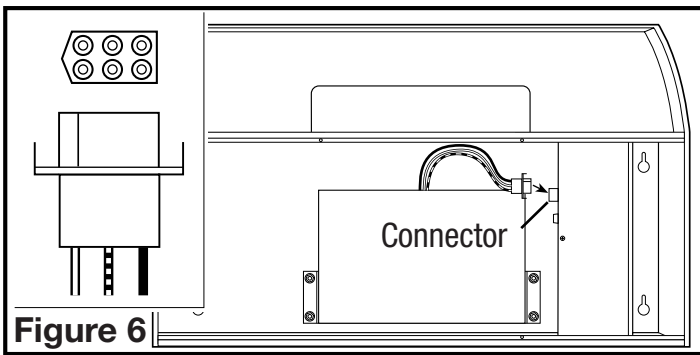

Figure 6
- Branchez le ventilateur au connecteur approprié sur le côté du compartiment de fils. Le branchement ne pourra se faire que dans un seul sens (**Figure 6**).